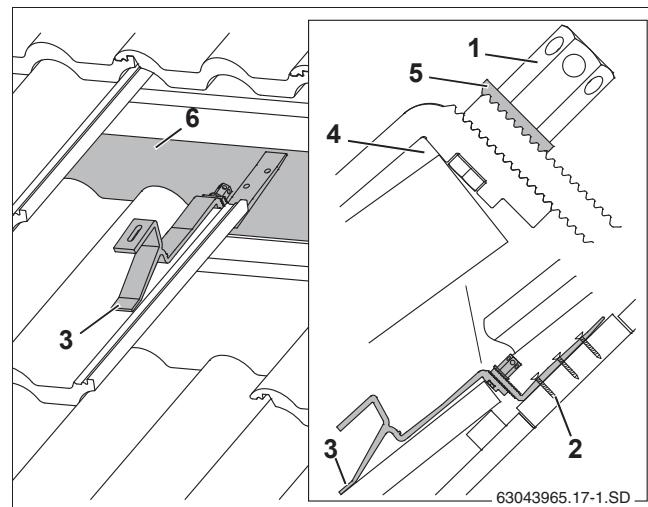

Рис. 15 Установленный кровельный крюк (для наглядности изображены не все элементы черепицы)
- ▶ Установите переднюю подпорку на черепицу таким образом, чтобы она при нагрузке легла во впадину черепицы (рис. 15, [3]).
При этом должен быть зазор между кровельным крюком и верхним краем черепицы (рис. 15, [4]). При необходимости подгоните черепицу сверху.
- ▶ Нижнюю часть кровельного крюка сдвиньте вниз настолько, чтобы он прилегал к стропилам или к доске/брусу (рис. 15, [6]).
Зубчатая подкладная шайба (рис. 15, [5]) должна войти в зацепление с нижней частью кровельного крюка.
- ▶ Затяните высокие гайки (рис. 15, [1]). Для этого вставьте ключ SW 5 в отверстие гайки и поверните его.
- ▶ Прикрепите нижнюю часть кровельного крюка шурупами к стропилам минимум в первом (рис. 15, [2]) и втором отверстии.